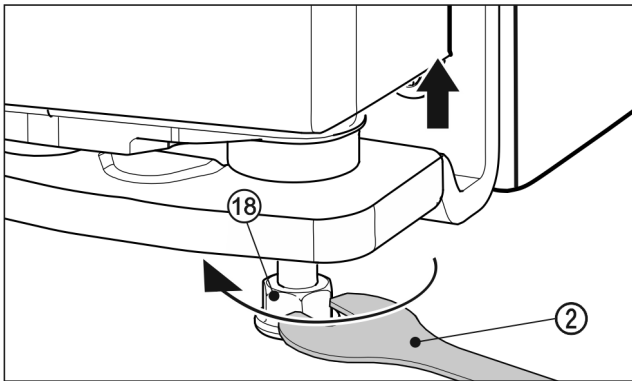

Fig. 21
- Чтобы поднять дверцу, выверните вправо установочную опору Fig. 21 (18) с помощью прилагаемого вильчатого ключа Fig. 21 (2) до соприкосновения с полом. Затем продолжите выворачивание, пока дверь не будет отрегулирована по высоте. При поставке опорный палец полностью вкручен.